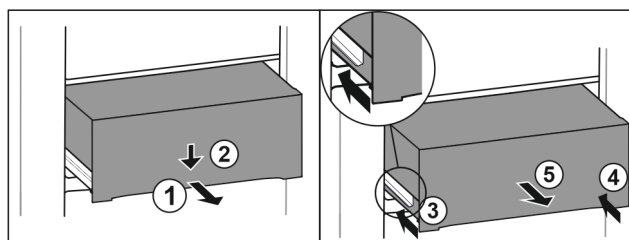

Fig. 82
- ▶ Tirer le tiroir jusqu'à mi-chemin. Fig. 82 (1)
- ▶ Appuyer sur l'avant du tiroir vers le bas. Fig. 82 (2)
- ▶ Insérer le rail gauche d'env. 2 cm. Fig. 82 (3)
- ▶ Insérer le rail droit d'env. 2 cm. Fig. 82 (4)
- ▶ Retirer le tiroir par l'avant. Fig. 82 (5)